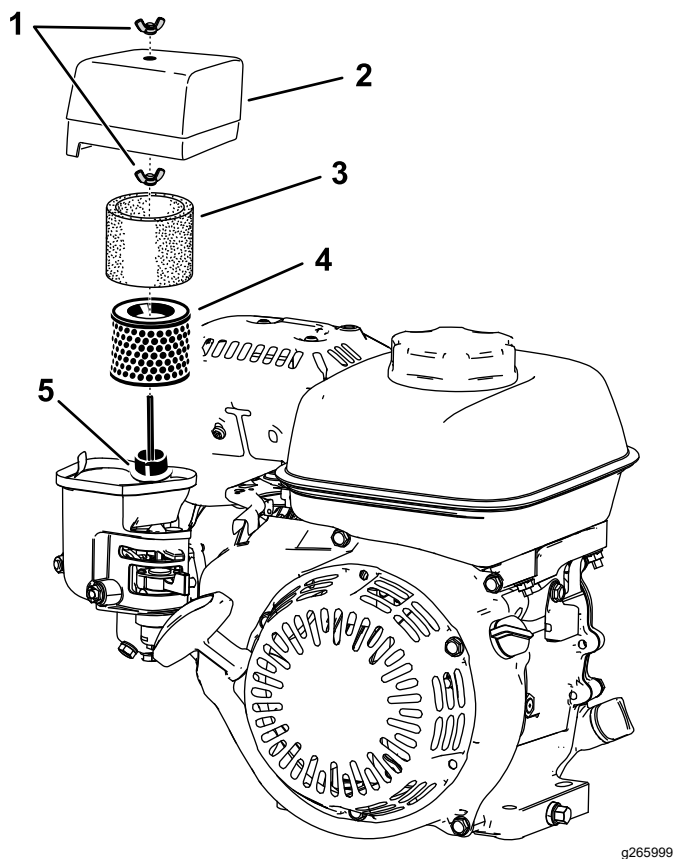

Figura 31
- Îndepărtați piulița fluture care fixează capacul filtrului de aer (Figura 31).